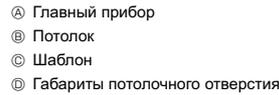

Fig. 2-6
3. Если нельзя совместить главный прибор с отверстием для навешивания на потолке, регулировка производится с помощью щели, имеющейся на плите для навешивания прибора. Убедитесь в том, что операция A выполняется в пределах 17-22 мм. Несоблюдение данного предела может в результате привести к повреждениям. (Fig. 2-6)